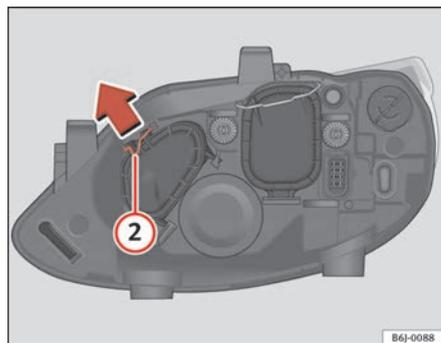

Fig. 137 Luz de carretera
- Desplace el tirante ② en el sentido de la flecha y saque la tapa ⇒ fig. 137.